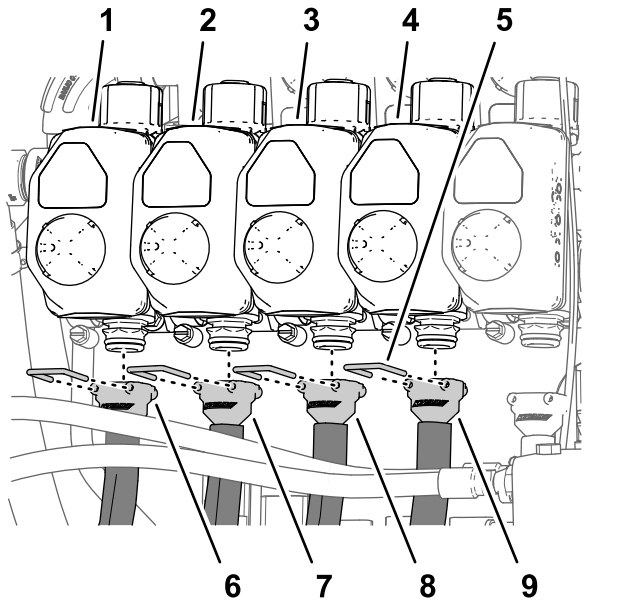
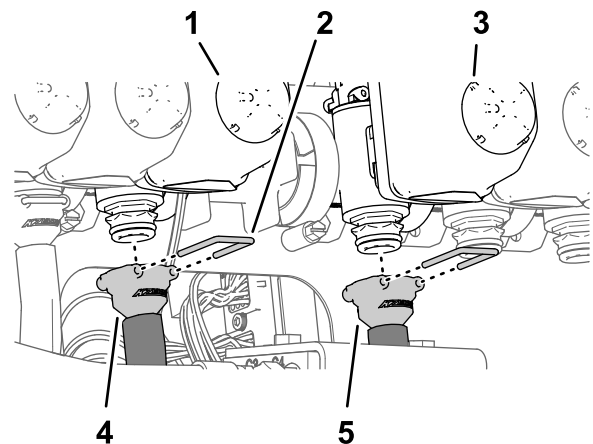
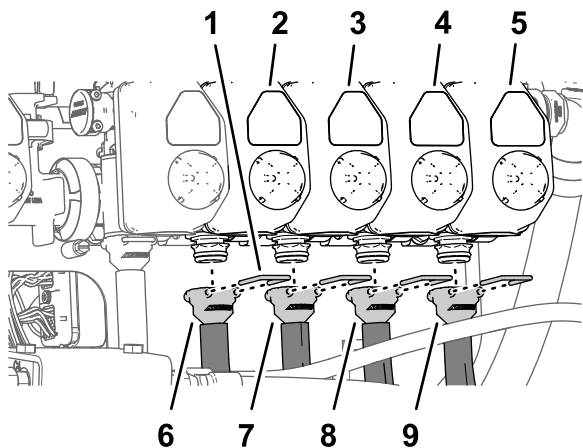

Figura 124
Figura 125
Figura 126
Nota: Consulte la Figura 124 en Conexión de las mangueras a las válvulas de boquillas 1 a 4 \(página 59\), Figura 125 en Conexión de las mangueras a las válvulas de boquillas 5 y 6 \(página 59\), y Figura 126 en Conexión de las mangueras a las válvulas de boquillas 7 a 10 \(página 60\) para conocer las posiciones de las válvulas de las boquillas.
1. Monte el acoplamiento dentado recto de una manguera de suministro de 279 cm en el acoplamiento de la válvula de boquilla 1 (Figura 124).
2. Sujete el acoplamiento dentado al acoplamiento con una horquilla de retención (Figura 124).
3. Monte el acoplamiento dentado recto de una manguera de suministro de 234 cm en el acoplamiento de la válvula de boquilla 2 (Figura 124).
4. Sujete el conector dentado al acoplamiento con una horquilla de retención (Figura 124).
5. Monte el acoplamiento dentado recto de una manguera de suministro de 188 cm en el acoplamiento de la válvula de boquilla 3 (Figura 124).
6. Sujete el conector dentado al acoplamiento con una horquilla de retención (Figura 124).
7. Monte el conector dentado recto de una manguera de suministro de 188 cm en el acoplamiento de la válvula de boquilla 4 (Figura 124).
8. Sujete el conector dentado al acoplamiento con una horquilla de retención (Figura 124).
1. Monte el acoplamiento dentado recto de una manguera de suministro de 81 cm en el acoplamiento de la válvula de boquilla 5 (Figura 125).
2. Sujete el conector dentado al acoplamiento con una horquilla de retención (Figura 125).
acoplamiento de la válvula de boquilla 6 (Figura 125).
4. Sujete el conector dentado al acoplamiento con una horquilla de retención (Figura 125).
1. Monte el conector dentado recto de una manguera de suministro de 188 cm en el acoplamiento de la válvula de boquilla 7 (Figura 126).
2. Sujete el conector dentado al acoplamiento con una horquilla de retención (Figura 126).
3. Monte el conector dentado recto de una manguera de suministro de 188 cm en el acoplamiento de la válvula de boquilla 8 (Figura 126).
4. Sujete el conector dentado al acoplamiento con una horquilla de retención (Figura 126).
5. Monte el conector dentado recto de una manguera de suministro de 234 cm en el acoplamiento de la válvula de boquilla 9 (Figura 126).
6. Sujete el conector dentado al acoplamiento con una horquilla de retención (Figura 126).
7. Monte el conector dentado recto de una manguera de suministro de 279 cm en el acoplamiento de la válvula de boquilla 10 (Figura 126).
8. Sujete el conector dentado al acoplamiento con una horquilla de retención (Figura 126).